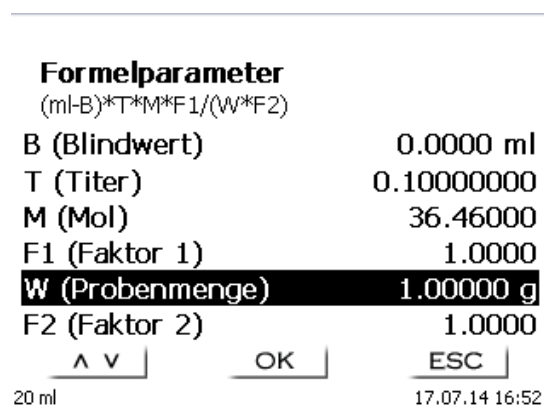
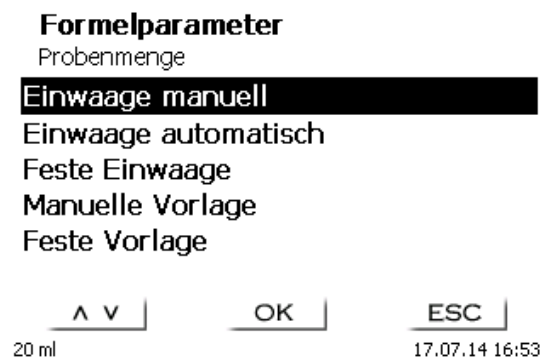

Abb. 72
Abb. 73
Bei der Probenmenge (W) (Abb. 72) wird ausgewählt, ob eine Einwaage, eine Vorlage bei der Titration, oder eine Lösung angesetzt verwenden soll (Abb. 73).